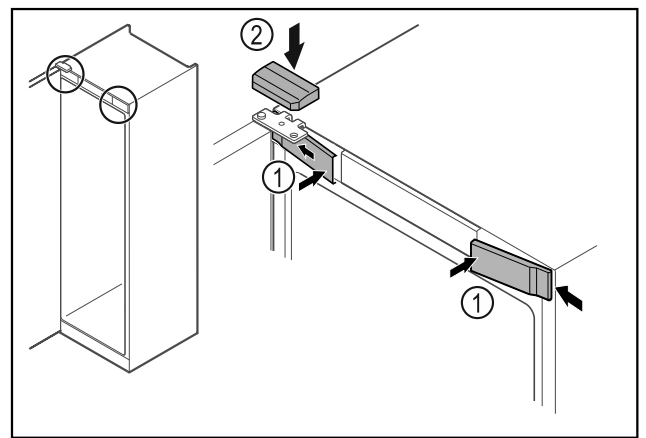

Fig. 49 *
- ▶ Voorste afdekkingen Fig. 49 (1) zijdelings bevestigen en vastklikken.*
- ▶ Bovenste afdekking Fig. 49 (2) van boven vastklikken.*